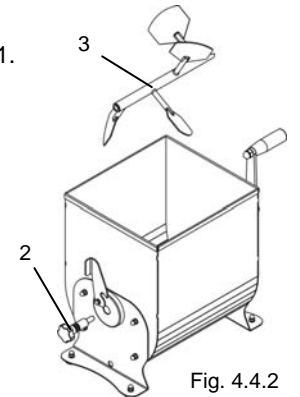

Fig. 4.4.2
- Dégager le bouton «2» Fig. 4.4.2 de manière à pouvoir retirer la pale «3» Fig. 4.4.2.
- Saisir la pale «3» Fig. 4.4.2 et l'insérer dans la cuve en la poussant vers le bas puis vers l'avant.
- Engager le bouton «2» Fig. 4.4.2 dans la pale.
- Tourner le levier «1» Fig. 4.4.2 de 90° dans le sens horaire, de manière à serrer fermement le bouton «2».